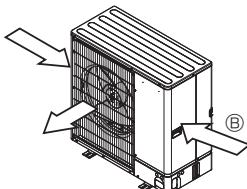

Fig. 2-6
- ③ Bringt Sie die Anlage so an, dass die Abluft aus der Lufteraustrittsoffnung im rechten Winkel zu derjenigen Richtung geführt wird, aus der saisonal bedingt starker Wind bläst. (Fig. 2-6)
- ④ Windrichtung